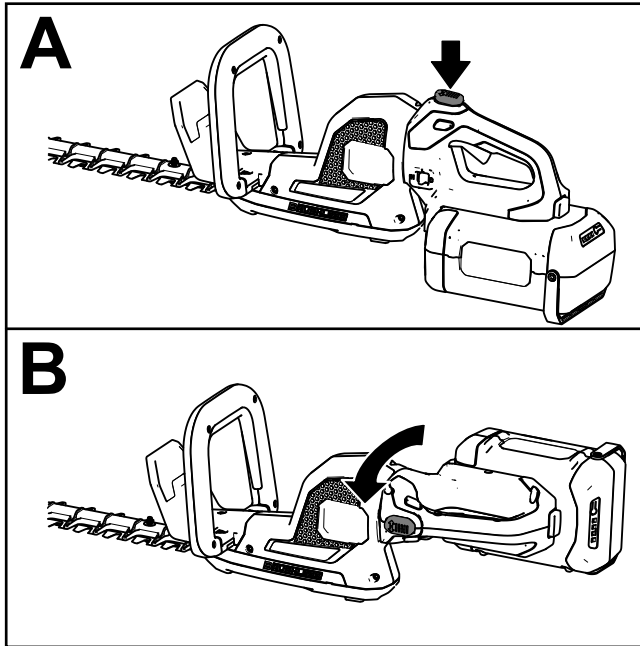

Figura 7
1. Tenete premuto il pulsante di bloccaggio della rotazione (A di Figura 7).
2. Ruotate l'impugnatura di 90° a destra o sinistra, a seconda della direzione di taglio desiderata, poi rilasciate il pulsante di bloccaggio della rotazione per bloccare l'impugnatura nella posizione desiderata (B di Figura 7).